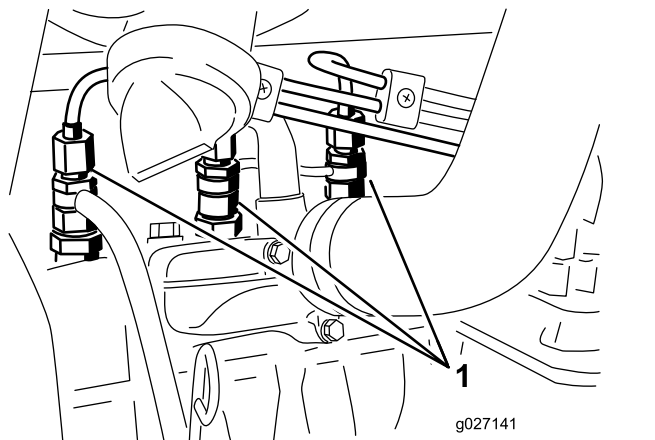

Bild 57
1. Lockern Sie den Leitungsanschluss an der ersten Düse und Halterung (Bild 57).